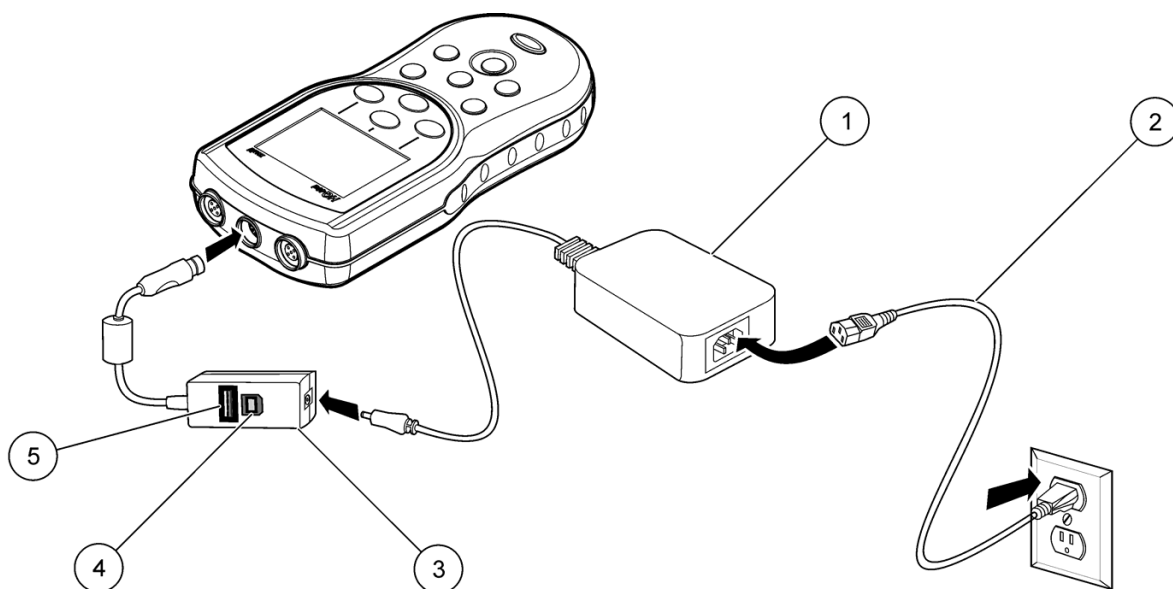

Figura 4 Conexión de la alimentación de CA
2. Enchufe el cable de alimentación de CA en la fuente de alimentación de CA-CC (Figura 4).